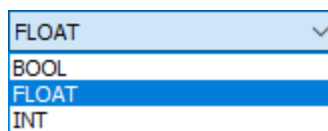

Рис. 4.6
6. Поле «Тип данных». Здесь необходимо выбрать один из трех типов данных, которые будет хранить регистр, рис. 4.6;